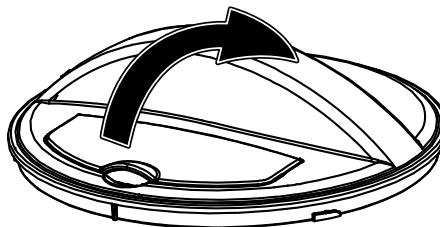

Abb. 4
- ▶ Um zusätzliche Lebensmittel wie z. B. Nüsse hinzu zu fügen, öffnen Sie die Nachfüllöffnung im Deckel (siehe **Abb. 4**). Die Kühlung wird nicht unterbrochen, das Rührwerkzeug dreht sich weiter und der Zubereitungsvorgang wird fortgesetzt.